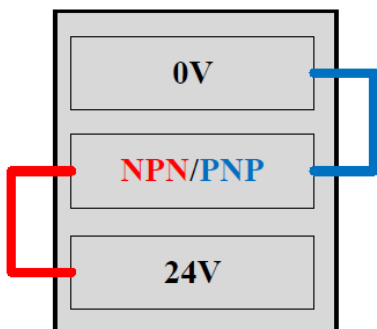
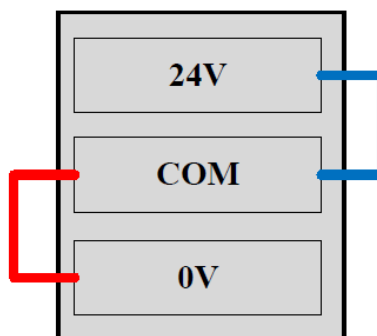

图 2-14: NPN/PNP 配置接口连接方式
图 2-15: COM 接口连接方式
- NPN → 连接至 24V 端口（参考图 2-14 中红色连接线）
- COM 口 → 连接至 0V 接口（参考图 2-15 中红色连接线）
- PNP → 连接至 0V 端口（参考图 2-14 中蓝色连接线）
- COM 口 → 连接至 24V 接口（参考图 2-15 中蓝色连接线）
请严格按照图 2-14 至图 2-15 所示方式正确连接端子，确保 COM 端的连接与相应的 NPN 或 PNP 信号配置相匹配。系统会自动检测 NPN、PNP 配置是否与 COM 端口连接相匹配，若连接缺失或连接错误，则会触发安全系统报警，如图 2-17 至图 2-16 所示。